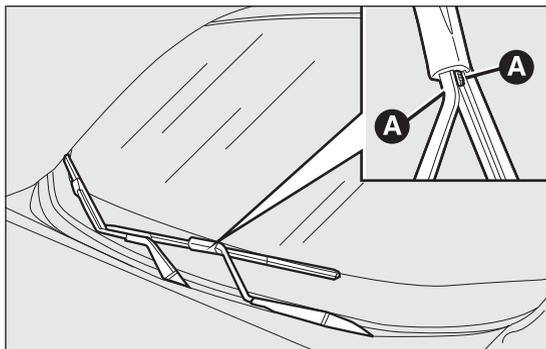

fig. 179
- premere sulle linguette A fig. 179 ed estrarre dal braccio la spazzola;